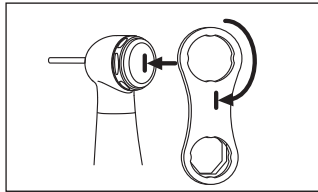

図 37
- 6 ヘッドキャップをヘッドキャップレンチでしっかりと締め付けます（図 37）。